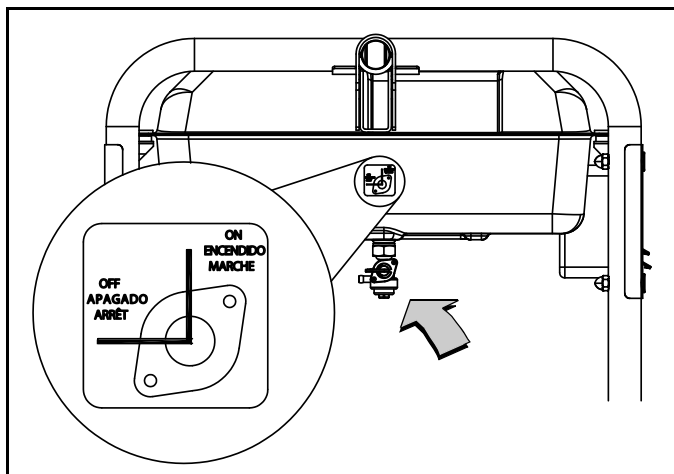

Figura 3-10. Válvula de cierre de combustible
3. Gire la válvula de cierre de combustible a la posición ON. Vea la Figura 3-10.